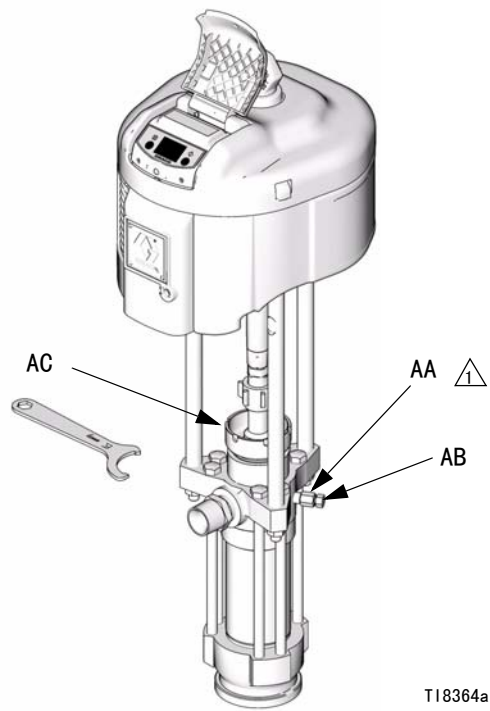

图 3. 放气阀和湿杯
6. 如果泵不能正确灌料，稍稍打开放气阀螺塞（AB）。将放气孔用作灌料阀，直到流体冒出该孔为止。参见图 3。关闭螺塞（AB）。
参见图 3。每天检查湿杯（AC）。使湿杯 1/3 充满 Graco 喉管密封液（TSL）或相适应的溶剂。